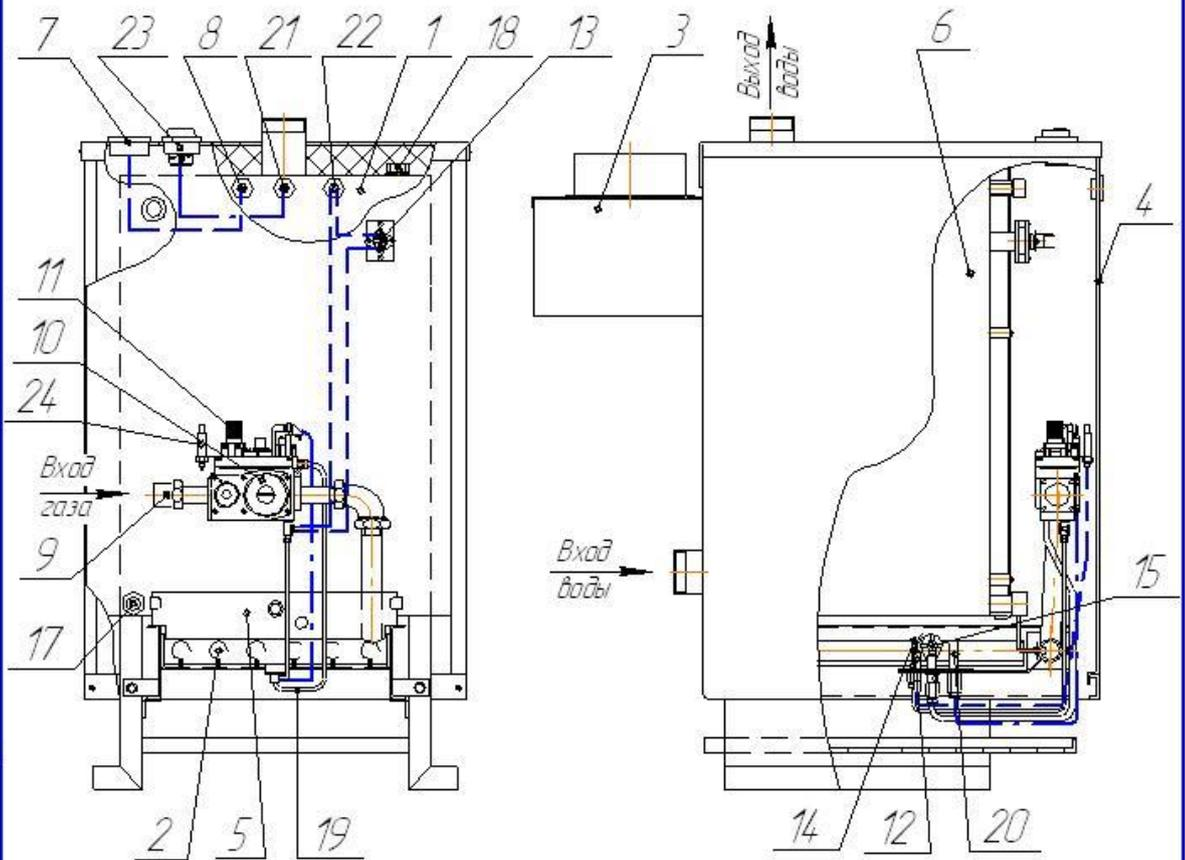

Рис. 2. Конструкция котла.
Конструкция котла представлена на рис.2.
4.1 Котел рис. 2 состоит из следующих основных узлов и деталей: теплообменника поз.1, газогорелочного устройства поз.2, газоотвода поз.3, съемной панели поз. 4, щитка поз.5, облицовки /кожуха/ поз. 6, указателя температуры воды поз. 7 с датчиком поз.8, газоподводящей трубки (ниппель) поз.9.
5.6 Перед началом монтажа необходимо провести расконсервацию котла, проверить правильность его сборки в соответствии с рис. 2 и рис. 2А, и убедиться в надежном и полном закреплении всех деталей и сборочных единиц.
6.2.1 Приподнимите съемную панель 4 (см. рис.2) за специальные отверстия, затем нижнюю часть наклоните на себя и снимите панель.